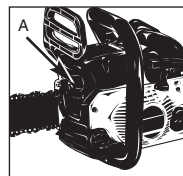

Fig. 20A
- Lösen Sie die Kettenbremse. Entfernen Sie die 2 Schrauben (A) und nehmen Sie den Schalldämpfer heraus (Abb. 20A).